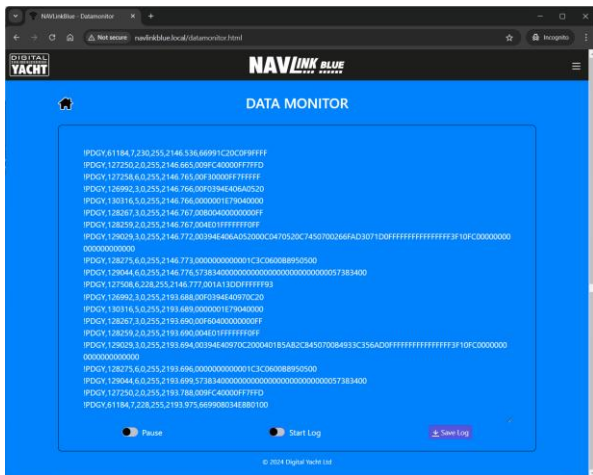

Figure 12
- A des fins de diagnostic, il est possible de visualiser et d'enregistrer toutes les données PGN sur le réseau NMEA 2000. Cliquez sur le bouton DATA MONITOR et la fenêtre de la figure 12 apparaîtra.